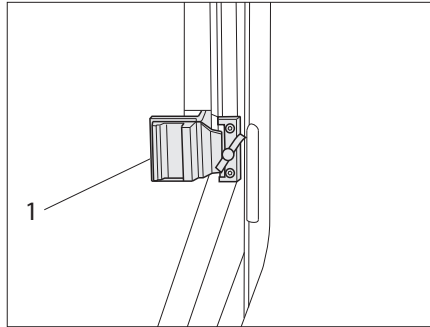

Bild 60 Skjutfönster med skjutlås
- Vrid låsknappen (Bild 60,1) i vertikal position.
- Tryck handtaget (Bild 60,2) och skjut det samtidigt framåt eller bakåt.